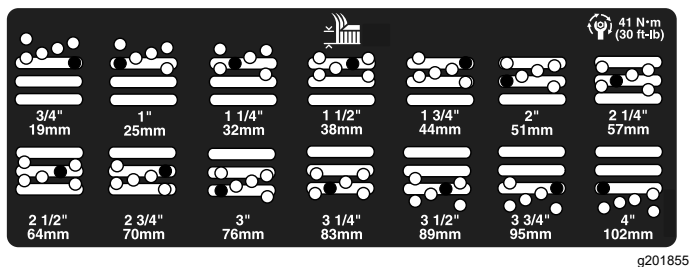

図 26
5. 希望の刈り高にチェンバを合わせ、その刈り高の穴とスロットにスペーサを通す 図 26。